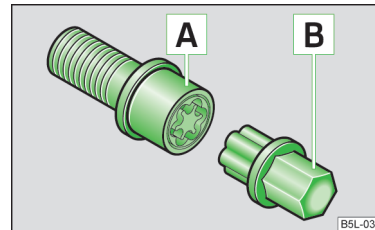

Abb. 147
- Den Adapter  » Abb. 147 mit seiner verzahnten Seite bis zum Anschlag so in die innere Verzahnung der Anti-Diebstahl-Radschraube  stecken, dass nur noch der äußere Sechskant herausragt.